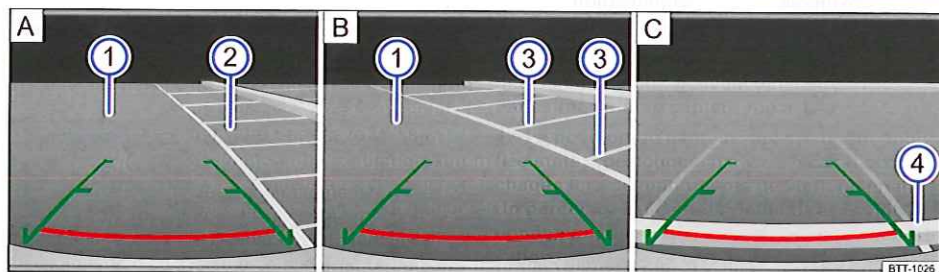

Fig. 164 Affichage à l'écran du système d'infodivertissement : stationnement avec la caméra de recul
Légende du schéma de principe fig. 164 :
2.	Positionnez le véhicule devant la place de stationnement ② ⇒ fig. 164 A.
4.	Reculez lentement et braquez B de sorte que les lignes vertes latérales mènent à la place de stationnement choisie ②. Tenez compte du message suivant : Contrôlez la distance! ⇒  au chapitre Entrée en matière à la page 240 !
5.	Orientez le véhicule sur la place de stationnement choisie de sorte que les lignes vertes latérales coïncident avec les lignes de délimitation latérales ③.
6.	C'est au plus tard lorsque la ligne rouge horizontale a atteint la délimitation arrière, par ex. le trottoir ④, que le véhicule peut s'arrêter C.